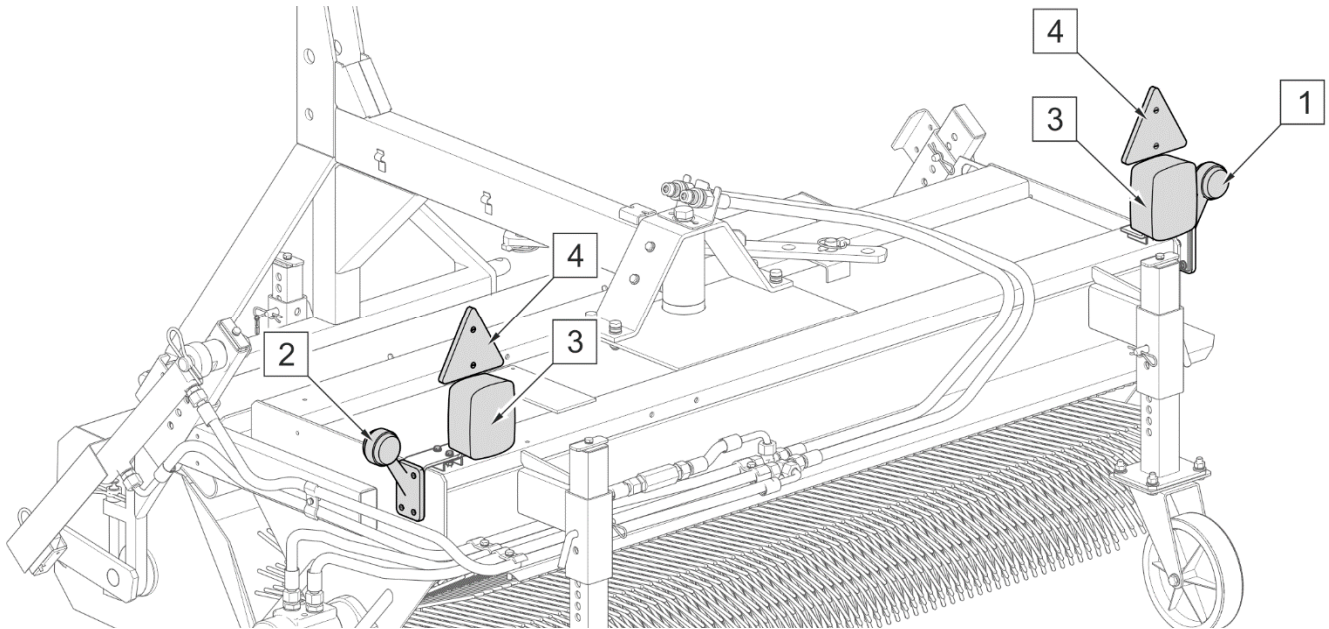
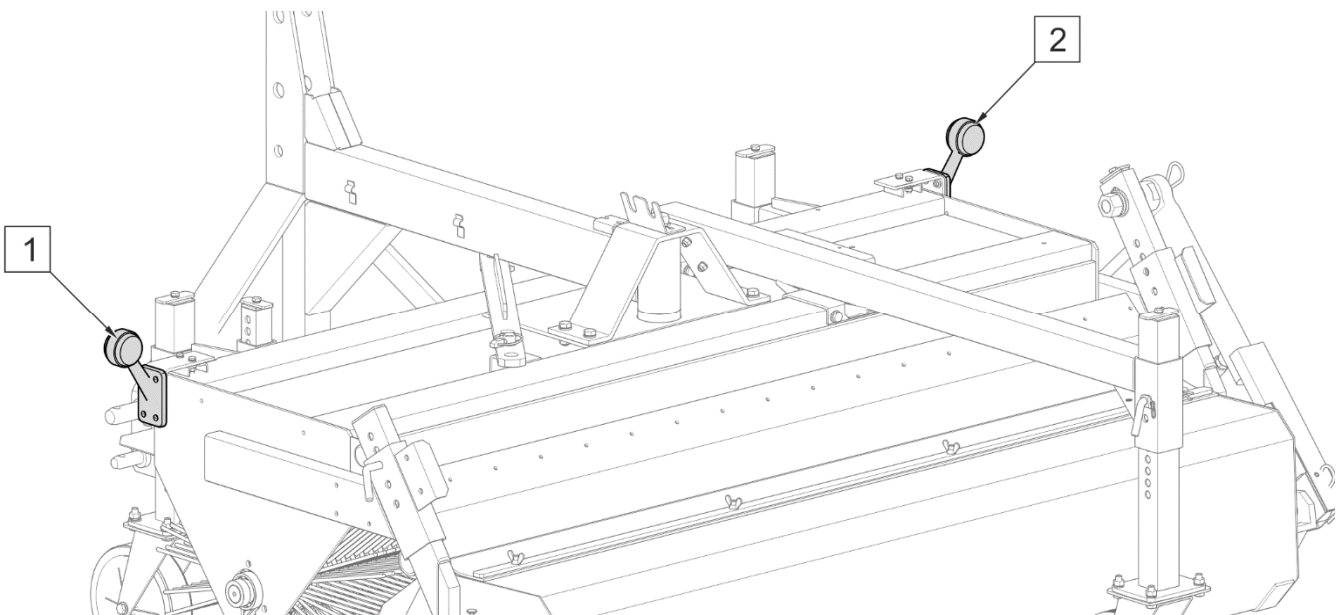

РИСУНОК 4.10 Дополнительные элементы освещения и световой сигнализации для подметально-уборочной машины, работающей за транспортным средством
РИСУНОК 4.11 Дополнительная система световой сигнализации подметально-уборочной машины, работающей перед транспортным средством
(1) - держатель; (2) - знак медленно движущегося транспортного средства (не входит в комплектацию машины)
- Если подметально-уборочная машина заслоняет элементы освещения и световой сигнализации сзади транспортного средства, то на ней необходимо установить дополнительное освещение и световую сигнализацию (РИСУНОК 4.10). На машине, агрегированной спереди транспортного средства, необходимо установить световую сигнализацию (РИСУНОК 4.11)